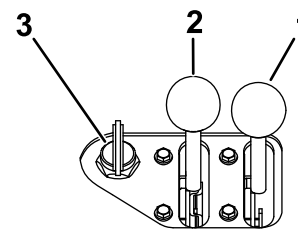

Figura 16
1. Mueva la palanca del acelerador a un punto intermedio entre las posiciones de LENTO y RÁPIDO (Figura 16).
- A. Mueva la palanca del estarter a la posición de ABIERTO (Figura 16).
- B. Gire la llave a la posición de CONECTADO (Figura 16). Cuando el motor arranque, suelte la llave.
- C. Mueva gradualmente la palanca del estarter a la posición de DESCONECTADO (Figura 16). Si el motor se cala o funciona de forma irregular, active el estarter otra vez hasta que el motor se caliente.
3. En el caso de motores Kohler, gire la llave a la posición de CONECTADO (Figura 16). Cuando el motor arranque, suelte la llave.
4. Mueva la palanca del acelerador a la posición deseada (Figura 16).
2. Mueva la palanca del acelerador a la posición de LENTO (Figura 16).